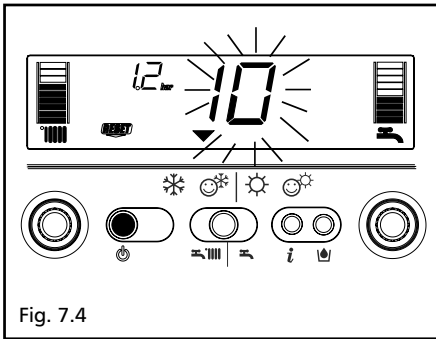

Fig. 7.4
2) Visualizzazione della sola icona (fig. 7.4)